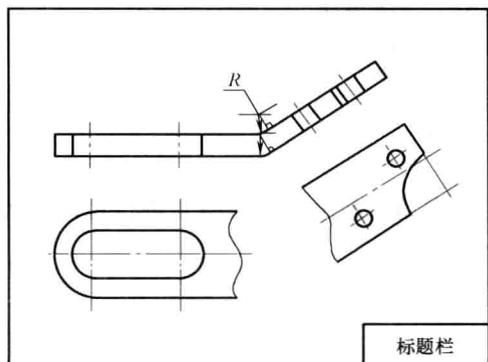

图 1-10 完成左右两部分连接
4) 用半径为 R 的圆弧, 完成图样中左右两部分的连接和其他一些细部结构, 如图 1-10 所示。